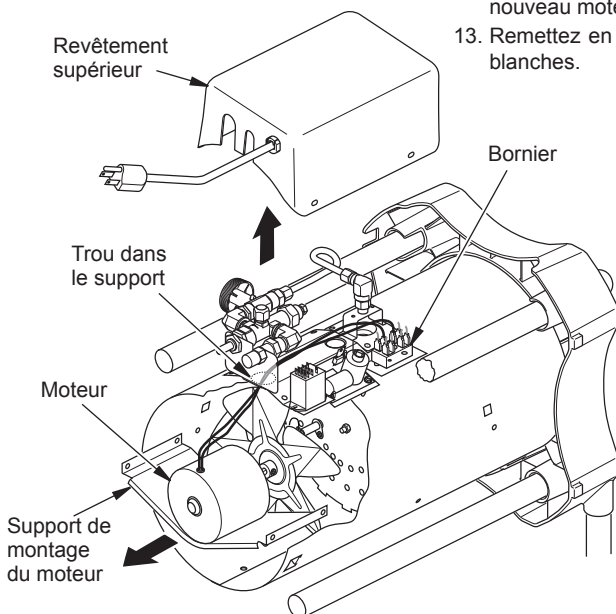

Figure 6 - Retrait du ventilateur et du moteur
3. Détachez les fils du moteur et du ventilateur du bloc de jonction sous le capot supérieur (voir figure 6).
18. Fils du moteur d'itinéraire trou dans le haut de la coquille à (voir Figure 6, page 44).
19. Rebranchez les fils du moteur et du ventilateur pour les mêmes messages sur bornier comme retirée à l'étape 3, page 44 (voir figure 6, page 44).
19. Acheminez les fils du moteur à travers l'orifice sur le dessus de l'habillage (voir figure 6, page 44).
20. Rebranchez les fils du moteur aux mêmes bornes sur le bornier que lors du démontage à l'étape 3 (voir figure 6, page 44).